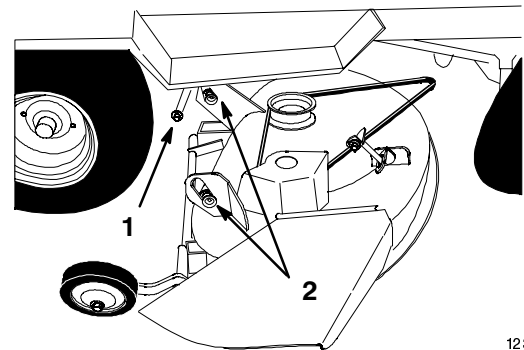

Bild 4
3. Schieben Sie das Schneidwerk von rechts unter das Traktorchassis (Bild 4) und fluchten die hinteren Montagebüchsen mit den Enden der Hubarme aus.